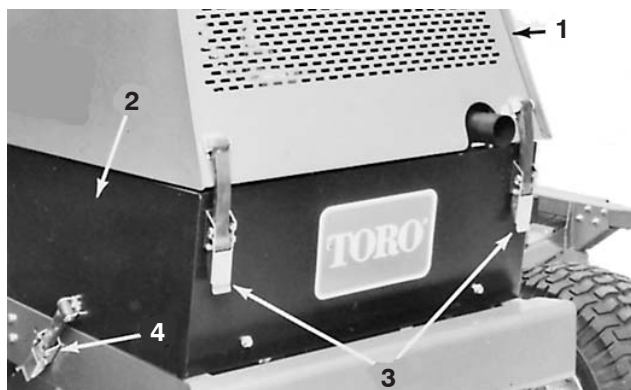

Bild 26
1. Entriegeln Sie die Motorhaube, heben Sie sie an und stützen Sie die geöffnete Motorhaube ab. Nehmen Sie das linke Seitenteil ab (Bild 26).